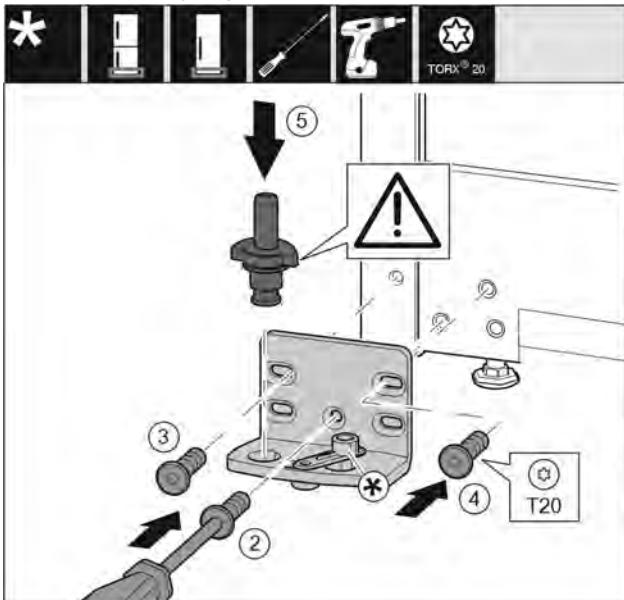

Fig. 25
- Установите опорный кронштейн с другой стороны и прикрутите с помощью отвертки T20. Начинайте с винта 2 снизу в центре. Fig. 25 (2)
- Затяните винты 3 и 4. Fig. 25 (3,4)
- Установите опорный палец в сборе. При этом следите за тем, чтобы выступ фиксатора был направлен назад. Fig. 25 (5)